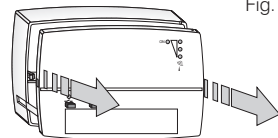

Fig. 4.i
- Extraire la partie avant de la base (la résistance à l'extraction est due aux broches d'accouplement aux bornes) fig. 4.i.